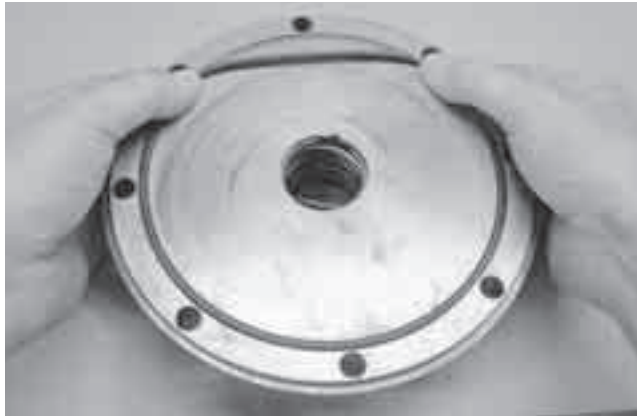

Рис. 8
1. Повторно собрать первую сторону насоса, установив новое кольцевое уплотнение головки в паз головки. Слегка смазать кольцевое уплотнение для облегчения монтажа. Начать на одной стороне паза и растянуть кольцевое уплотнение в пазе (см. рис. 8).